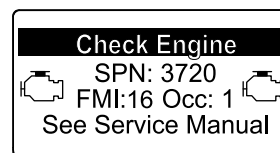

Figura 36
- Advertencia del motor SPN 3720, FMI 16 (Figura 36)